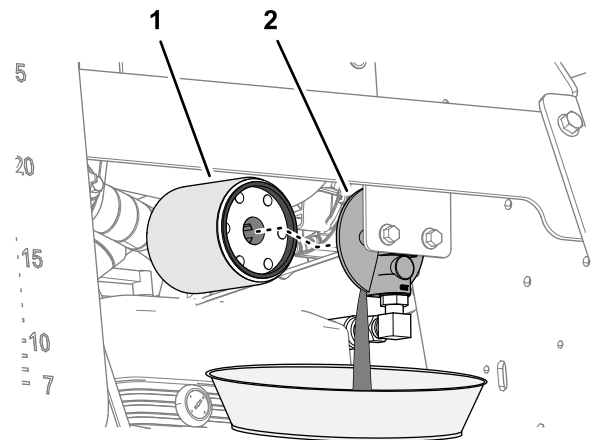

**Figure 100**
3. Nettoyez la surface autour du filtre hydraulique et de la tête du filtre (Figure 100).